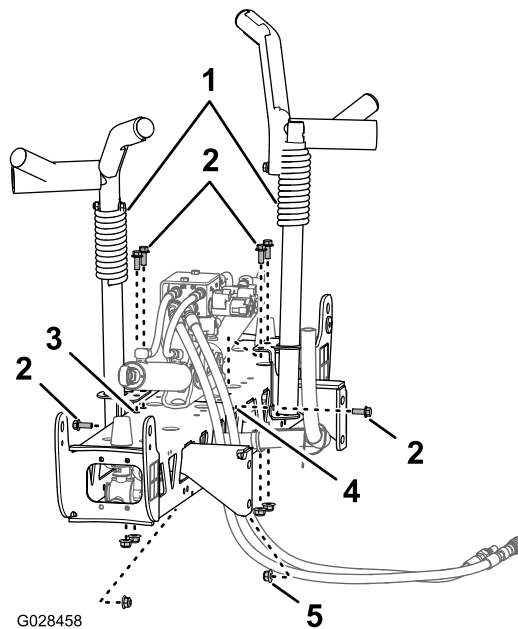
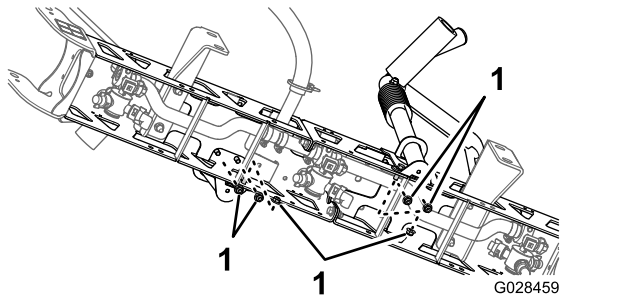

Figura 27
Figura 28
2. Alinee los soportes de transporte del brazo con la sección de brazo central (Figura 27).
3. Instale los soportes en la sección del brazo (Figura 27 y Figura 28) con 6 pernos ($\frac{3}{8}$ " x 1") y 6 contratuercas con arandela prensada ($\frac{3}{8}$ ").